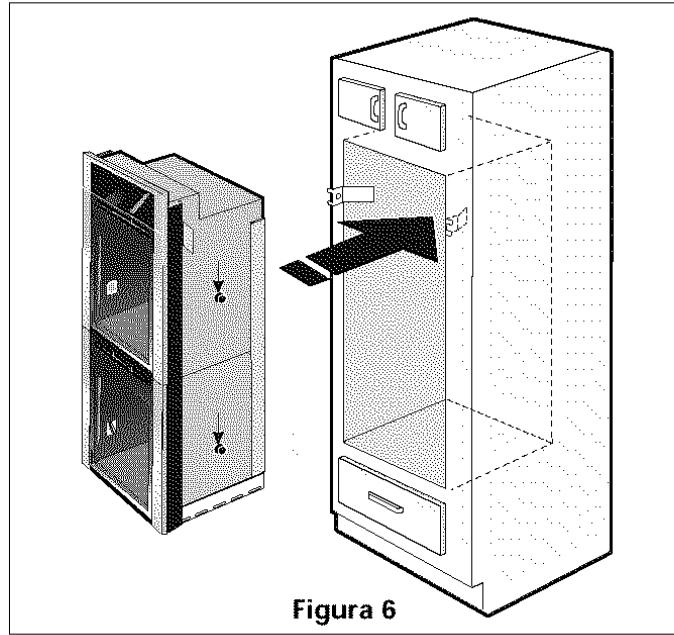

Figura 6
- Empuje la unidad contra el gabinete, y así la abrazadera se ajustará con la otra que acaba de instalar del lado de la apertura del horno (vea figura 6).